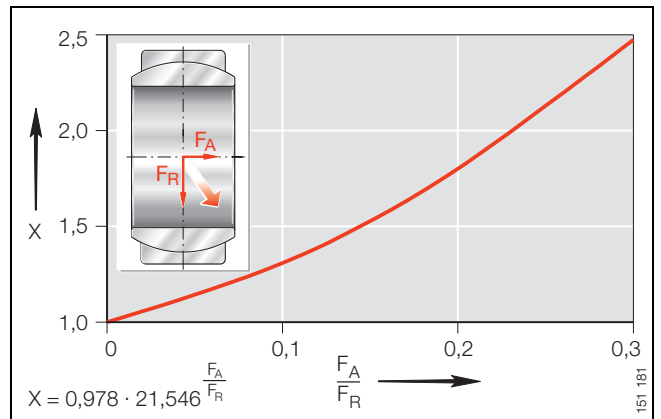

Bild 4 · Radial-Gelenklager – kombinierte Belastung
■ für Radial- und Schräg-Gelenklager (Bild 4 und 5):